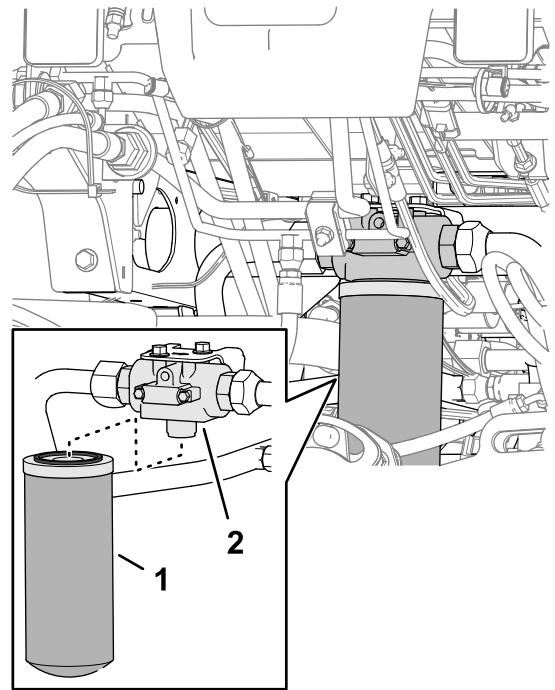

Figura 113
2. En la parte delantera de la máquina, coloque un recipiente de vaciado debajo del filtro de retorno (Figura 113).